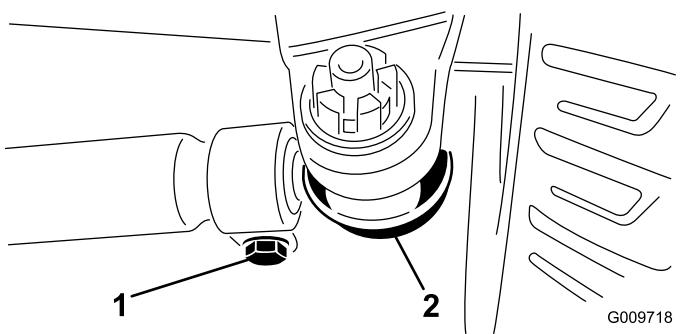

Figura 62
2. Per regolare, togliete la coppiglia e il dado da uno dei giunti a sfera del tirante (Figura 62). Togliete il giunto a sfera del tirante dal supporto della scatola del ponte.
3. Allentate i fermi su entrambe le estremità dei tiranti (Figura 62).